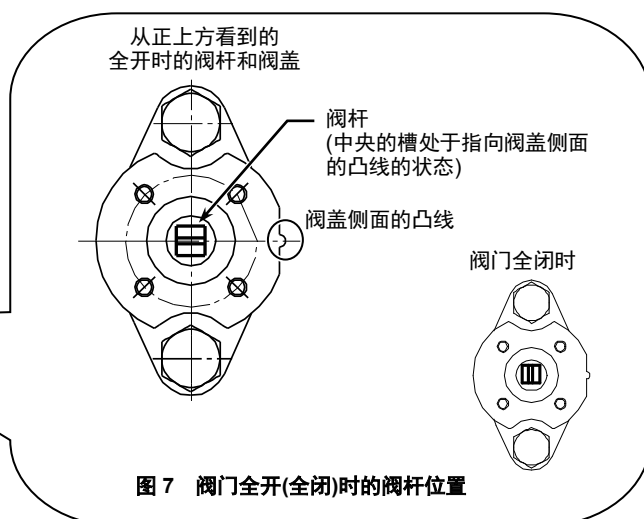

图7 阀门全开(全闭)时的阀杆位置
- (1) 请确认阀门开度处于全开(100%)。(出厂时被设定为全开位置。) 如图7所示, 可通过阀杆顶部的槽和阀盖侧面的凸线来确认开度。在将阀门调整到全开位置的情况下, 请使用扳手等进行调整, 直到阀门的阀杆变为图7所示的位置。
- (2) 请使用扳手等工具, 通过带垫圈的六角螺栓将阀门和连接支架紧固(M6、4处)。请以7.0~10.0 N·m的紧固扭矩拧紧螺栓。连接支架的组合位置可对照螺栓的安装孔, 以每90度进行改变。(连接支架、隔热垫片、4个带垫圈的六角螺栓是阀门的附件。)